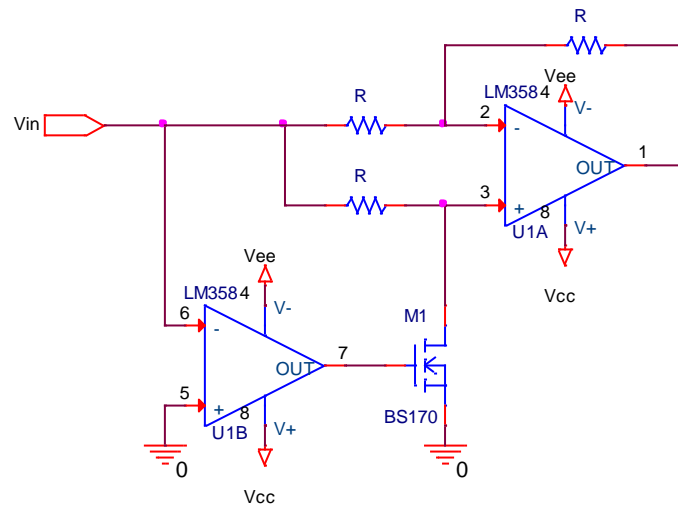

Abbildung 7: Synchrongleichrichter mit LM358.
8. Realisieren Sie obige Schaltung mit einem LT1222 (**Achtung andere Beschaltung der Offset-Kompensation**) und legen Sie den Eingang auf Masse. Funktioniert diese Schaltung ? Beobachten Sie die Ausgangsspannung (Bild 7) und begründen Sie deren Verhalten im Protokoll.
1. Die Grenzfrequenz der Schaltung ist messtechnisch zu überprüfen (Eingangsspannung = 1 V (pp) Sinus). (Bild 7)